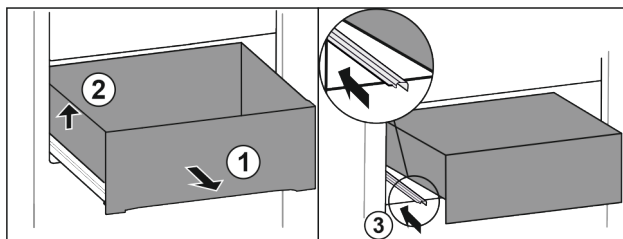

Fig. 17
- ▶ Vytiahnite zásuvku až na doraz. Fig. 17 (1)
- ▶ Nadvihnite zásuvku doľava. Fig. 17 (2)
- ▶ Zasuňte ľavú koľajničku. Fig. 17 (3)